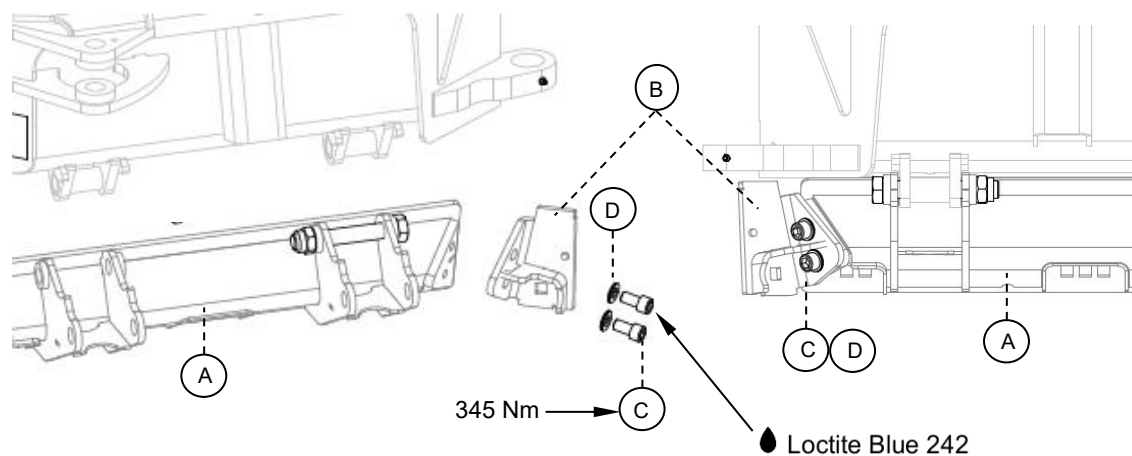

Abb. 35
Überprüfen Sie Position und Verschleiß. Bei einer heftigen Kollision fungieren die Schrauben (C) als Scherschrauben. Ersetzen Sie diese (siehe Abb. 35) durch Schrauben (C) des richtigen Typs (Art.-Nr. **SOP780053**) und montieren Sie diese immer mit neuen Nordlock-Sicherungscheiben (D) (Art.-Nr. **NL16SP**) unter Einhaltung des richtigen Anzugsmoments. Außerdem wird die Verwendung von **Loctite Blue 242** oder gleichwertig empfohlen.